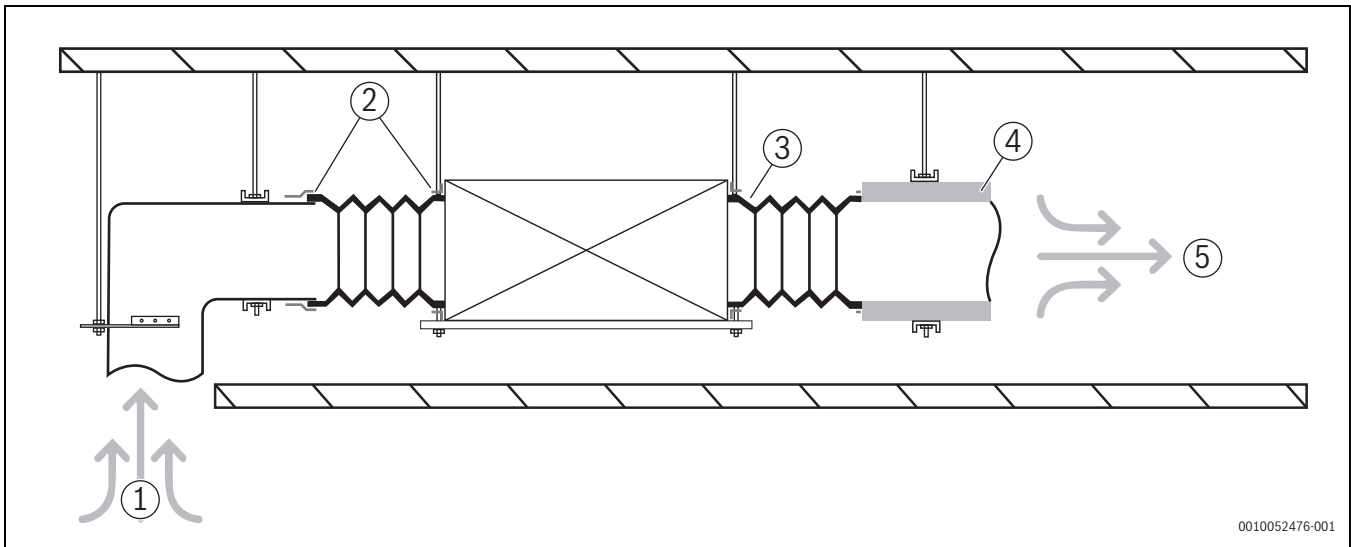

fig. 28 Njësi kanali me kërkesa për presion statik
6. Lidhni kanalin e ajrit siç tregohet në Fig. 28. Kërkohej përgatitja në vend për të gjithë komponentët përveç kondicionerit.
Legjenda Fig. 28: